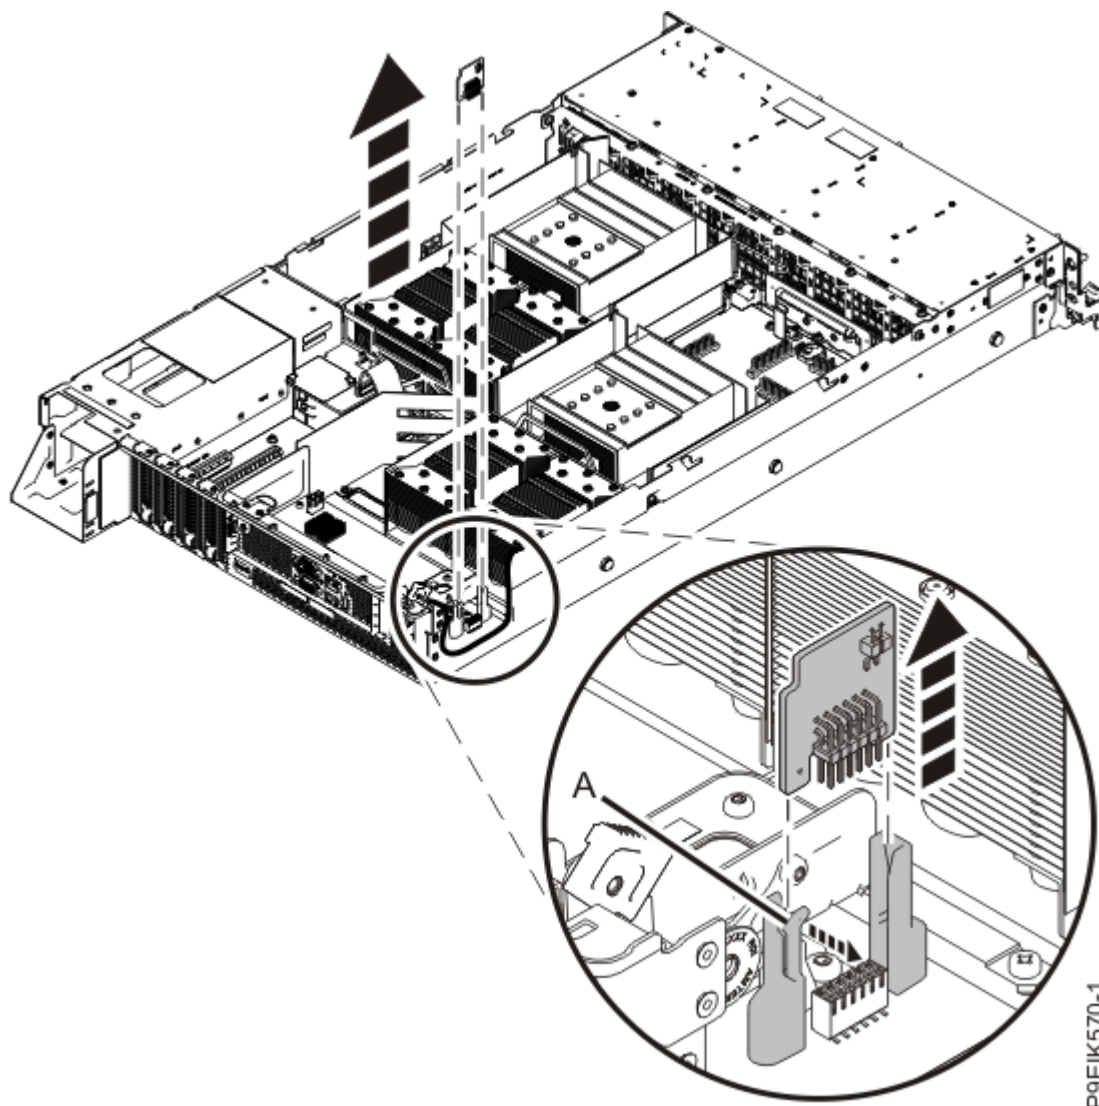

図 97. Trusted Platform Module の取り外し
2. レバー **(A)** を引いて Trusted Platform Module (TPM) を解放し、システム・バックプレーンからまっすぐ上に TPM を持ち上げます (119 ページの図 97 を参照)。